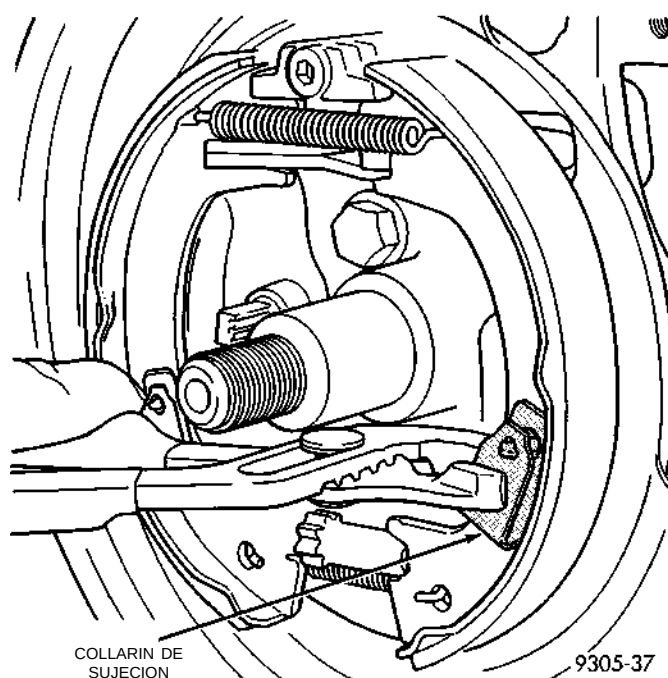
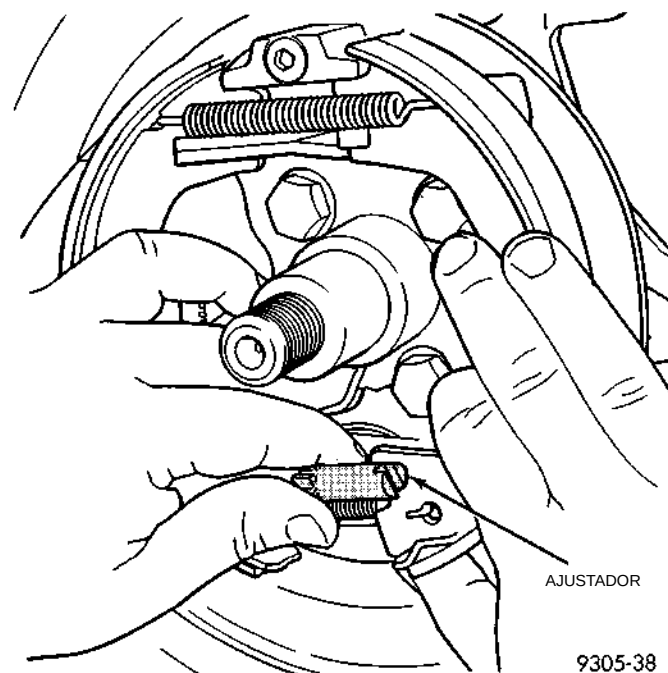

Fig. 158 Collarín de sujeción de la zapata trasera de freno
Fig. 159 Conjunto del ajustador de zapata de freno de estacionamiento
- (1) Retire el conjunto del calibrador del freno de disco trasero del adaptador y rotor (Consulte Desmontaje de la zapata de freno de disco).
- (2) Retire el rotor trasero de la maza trasera.
- (3) Retire la tapa guardapolvo de la maza trasera.
- (4) Retire la tuerca de retén y la arandela del conjunto de maza y cojinete trasero.
- (5) Retire el conjunto de maza y cojinete trasero del vástago trasero.
- (6) Retire el collarín de sujeción del conjunto de la zapata trasera de freno (Fig. 158).
- (7) Gire la rueda del ajustador de la zapata de freno hasta que el ajustador esté en la longitud más corta.
- (8) Retire el conjunto del ajustador de los conjuntos de zapatas del freno de estacionamiento (Fig. 159).
- (5) Instale el conjunto del ajustador de la zapata de freno con la rueda estrellada hacia atrás (Fig. 159).
- (6) Instale el collarín de sujeción de la zapata trasera de freno (Fig. 158).